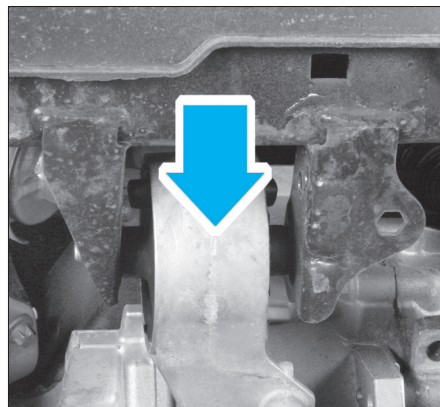

FIG. 4
- le support moteur avant (fig. 4).